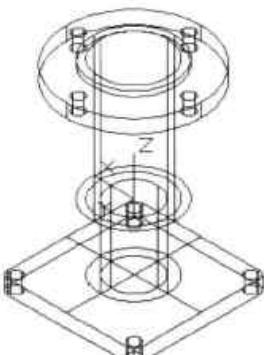

图13-62 阵列圆柱体
**Step15** 执行“三维阵列”命令，对刚绘制的小圆柱进行环形阵列，阵列数为4，其结果如图13-62所示。